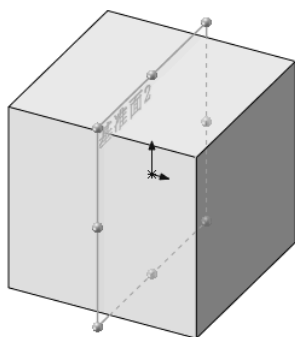

图 4-7 创建的基准面 2
3) 确认创建的基准面。单击“基准面”属性管理器中的（确定）按钮，创建的基准面 2 如图 4-7 所示。